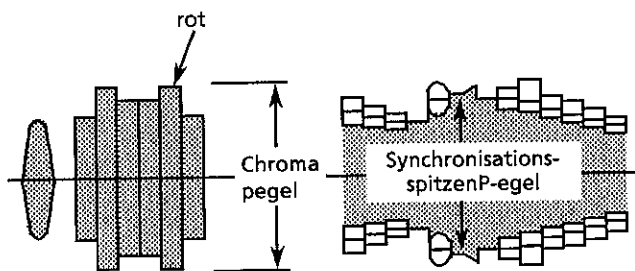

Abbildung 2-8(b).
5. R504 so einstellen, daß die Amplitude des Chroma-Anteils (rot) so wird, wie in Abbildung 2-8(a). dargestellt.
6. R208 so einstellen, daß die Amplitude des Synchronisationsspitzen-Anteils so wird, wie in Abbildung 2-8(b). dargestellt.